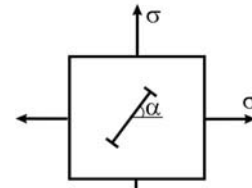

Рис. 2.13
2.13. Найти угол  $\alpha$  наклона тензомера, если после снятия напряжений на горизонтальных площадках приращение показаний тензометра уменьшилось в два раза (рис.2.13).